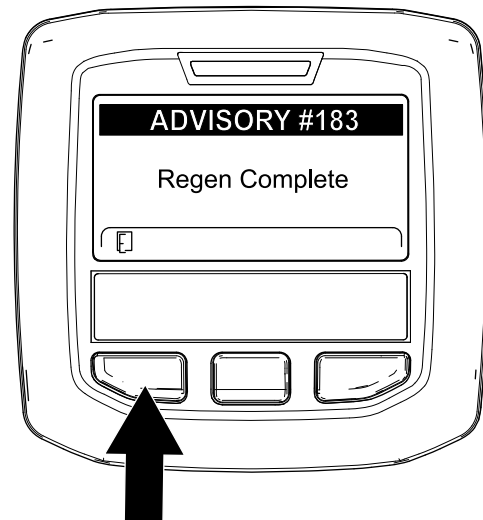

Figure 61
9. Quand le calculateur moteur achève une régénération en stationnement ou une d'urgence, l'InfoCenter affiche l'AVIS N° 183 (Figure 61). Appuyez sur le bouton gauche pour revenir à l'écran d'accueil.
**Remarque:** Si la régénération échoue, l'InfoCenter affiche l'avis n° 184 (Figure 61). Appuyez sur le bouton gauche pour revenir à l'écran d'accueil.